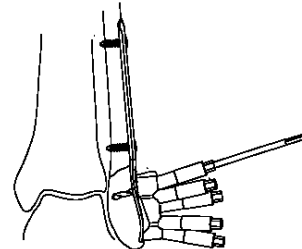

図1
- 1) 遠位部にガイドブロックを取り付け、4.0LCCS 用ドリルスリーブを装着し、イメージインテンシファイヤー（X線透視）で確認しながら、2.9 ドリルにてドリリングします。（図1）